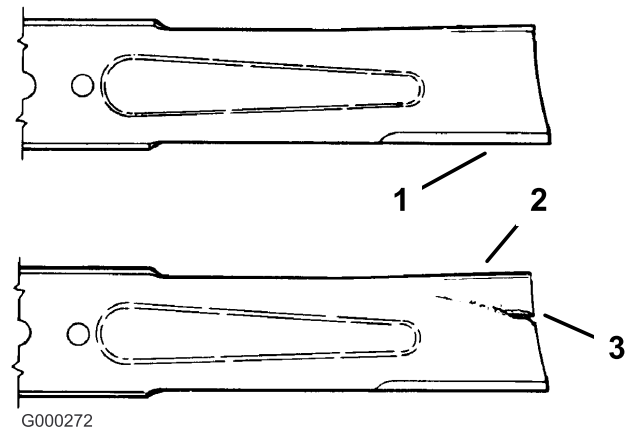

Figura 57
1. Inspeccione los filos de corte (Figura 57). Si los bordes no están afilados o tienen muescas, retire las cuchillas y afílelas. Consulte Afilado de las cuchillas.
2. Inspeccione las cuchillas, especialmente la parte curva (Figura 57). Si observa daños, desgaste o la formación de una ranura en esta zona (elemento 3 en la Figura 57), instale de inmediato una cuchilla nueva.